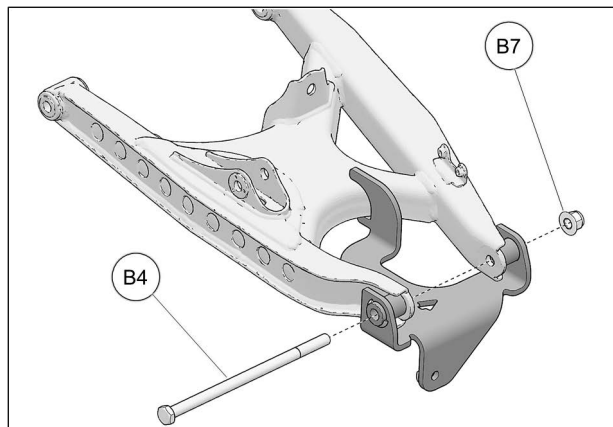

Fig. 7
7. Insérer le nouveau boulon M12x240mm (B4) à travers l'ancrage, le bras de suspension et le moyeu de roue. Fixer le boulon avec l'écrou M12 (B7) fourni. Serrer l'écrou à 90 Nm [66 lb·pi]. Voir Fig. 7